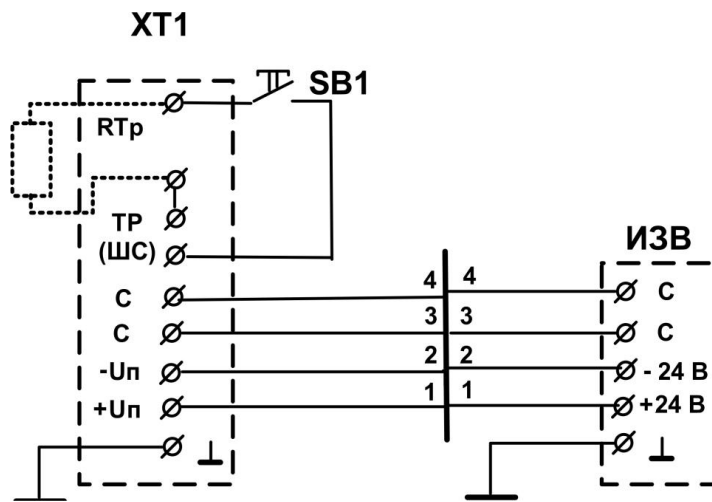

Рис.5.5
5.1.2 Кабели БПРД подключить к зажимам «ИЗВ» в соответствии с маркировкой на шасси БД-1Н [см. рис. 5.5] и табл. 5.1.